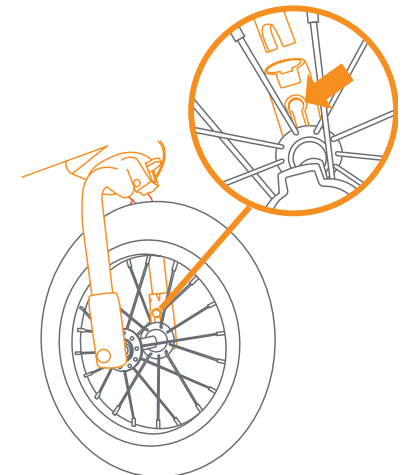

Fig. 4
- 4) • **Removal:** For the front wheel removal, press the tabs located inside the front wheel housings to remove the front forks from the wheel (Fig. 4).
- **Remoción:** Para el desmontaje de la rueda delantera, presione las lengüetas situadas dentro del alojamiento de la rueda delantera para desmontar las horquillas delanteras de la rueda (Fig. 4)